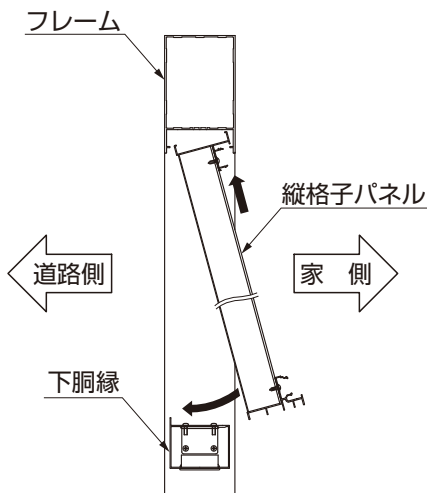

図5-4
- ①縦格子パネルを上側からフレームに差込み、下胴縁に乗せて【1-3】で取付けてください。(図5-4参照)
- パネルは家側からフレームに組み込んでください。(図5-4参照)